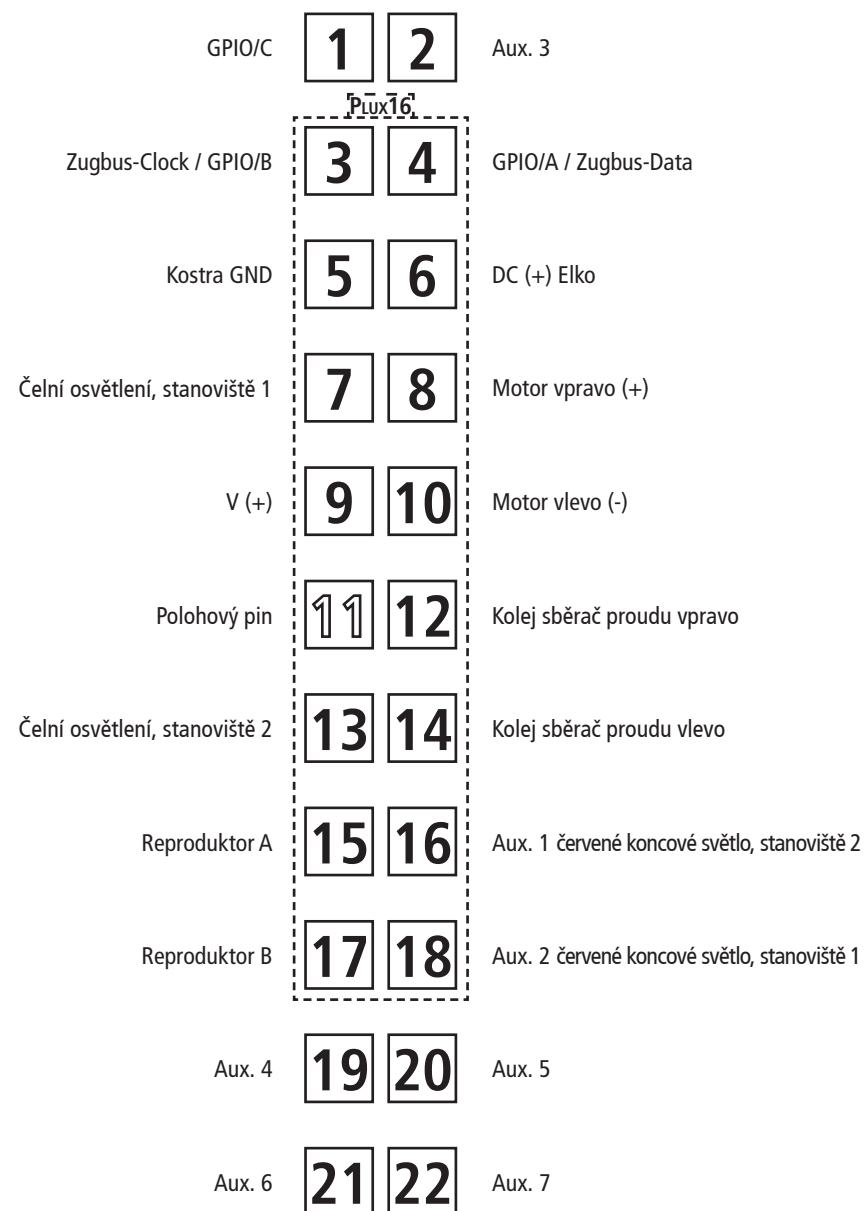

Fig. 6
| Fig. 6 – 9 | 5 + 8 |
1. Reinigung der Radstromkontakte: Radstromkontakte können auf unsauberen Schienen leicht verschmutzen. Entfernen Sie **vorsichtig** mit einem kleinen Pinsel **den Schmutz** an den in Fig. 6 gekennzeichneten Stellen.
1. Cleaning of wheel contacts: Wheel contacts easily get dirty on tracks which are not entirely clean. Use a small brush to **remove dirt** from spots marked in fig. 6.